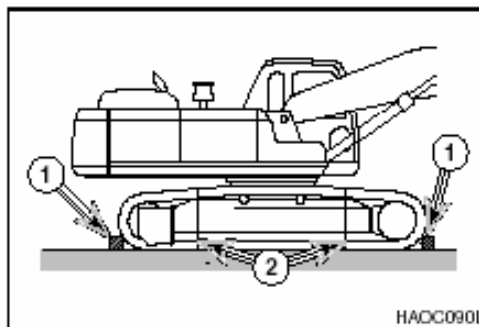

Figura 9
12. Asegúrese de fijar correctamente la excavadora en el interior del remolque antes de su transporte. Coloque cuñas (1, Figura 9) en la parte posterior y delantera de cada oruga. Use cadenas o tirantes (2), según lo que indiquen las normativas locales de transporte.